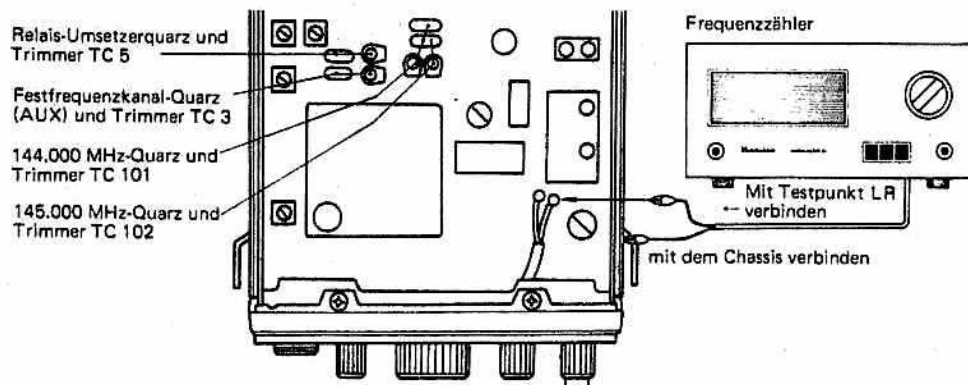

Fig. 13
Demzufolge ist ein 43.8166 MHz-Schwingquarz in die entsprechende Quarzfassung einzusetzen. Siehe Fig. 13.
1. Abgleich mit Frequenzzähler (siehe Fig. 13)